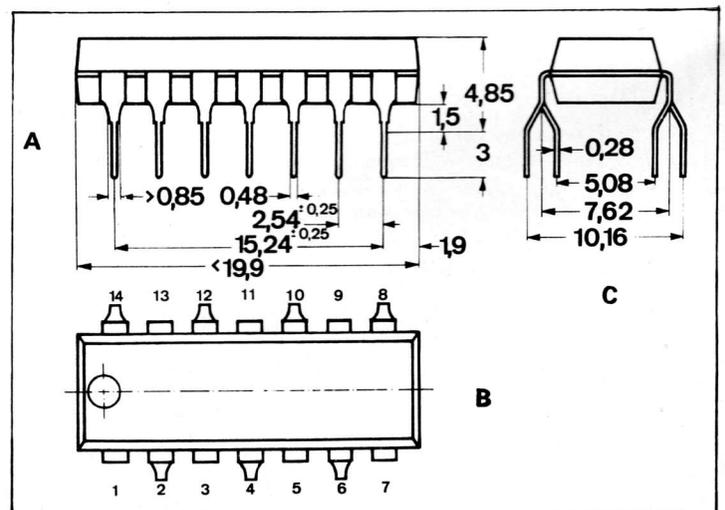

Fig. 2
Voici maintenant des conseils concernant les trois sortes de C.I. : les types (A), (B), (C) et (D), ces deux derniers se montent de la même manière. Ils sont également nommés à *boîtiers embrochables*. Signalons toutefois que certains C.I. à boîtiers embrochables ont les cosses de terminaisons pliées alternativement dans les deux sens comme le montre la moitié de la figure 2.
La distance entre deux broches est de 2,54 mm environ. Remarquons aussi leur forme : à la sortie du boîtier les broches sont plus larges et ensuite elles deviennent plus étroites. De ce fait, si l'on veut fixer le CI dans un ensemble de trous de diamètre plus petit que celui de la largeur la plus grande des broches, le circuit intégré sera maintenu à quelques millimètres du plan de la platine. Les dimensions de la figure 2 correspondent au CI type 930 B de Telefunken et à bien d'autres. Comme indiqué, elles ne sont qu'approximatives en raison des tolérances admises.